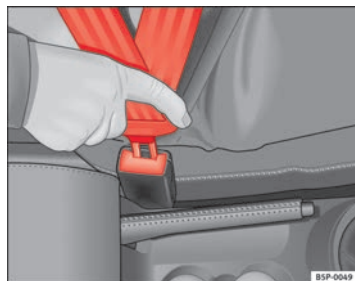

Fig. 12 Blocchetto di aggancio e linguetta della cintura di sicurezza
- Inserire la linguetta della cintura nel blocchetto di aggancio del sedile corrispondente facendole effettuare lo scatto d'innesto ⇒ fig. 12.